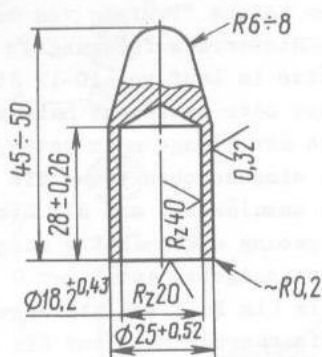
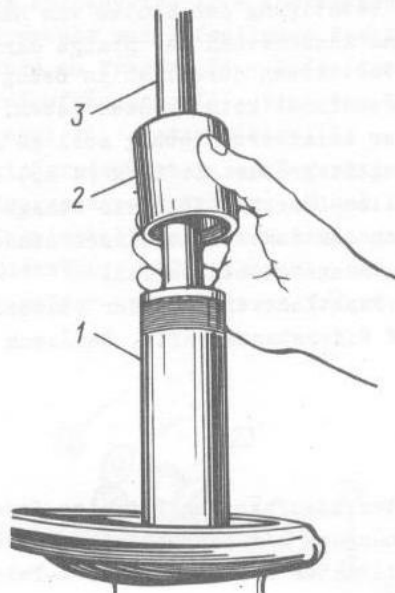

Bild 4-38. Kegeldorn zum Anbringen der Manschette an Kolbenstange
Bild 4-40. Einbringen der Manschette mit Ring in Behälter:
- beim Einlegen der Manschette an der Stange und danach einer vorher mit dem Dichtring zusammengesetzten Manschette in den Behälter Kegeldorne (Bild 4-38, 4-39) benutzen, wie in Bild 4-40 und